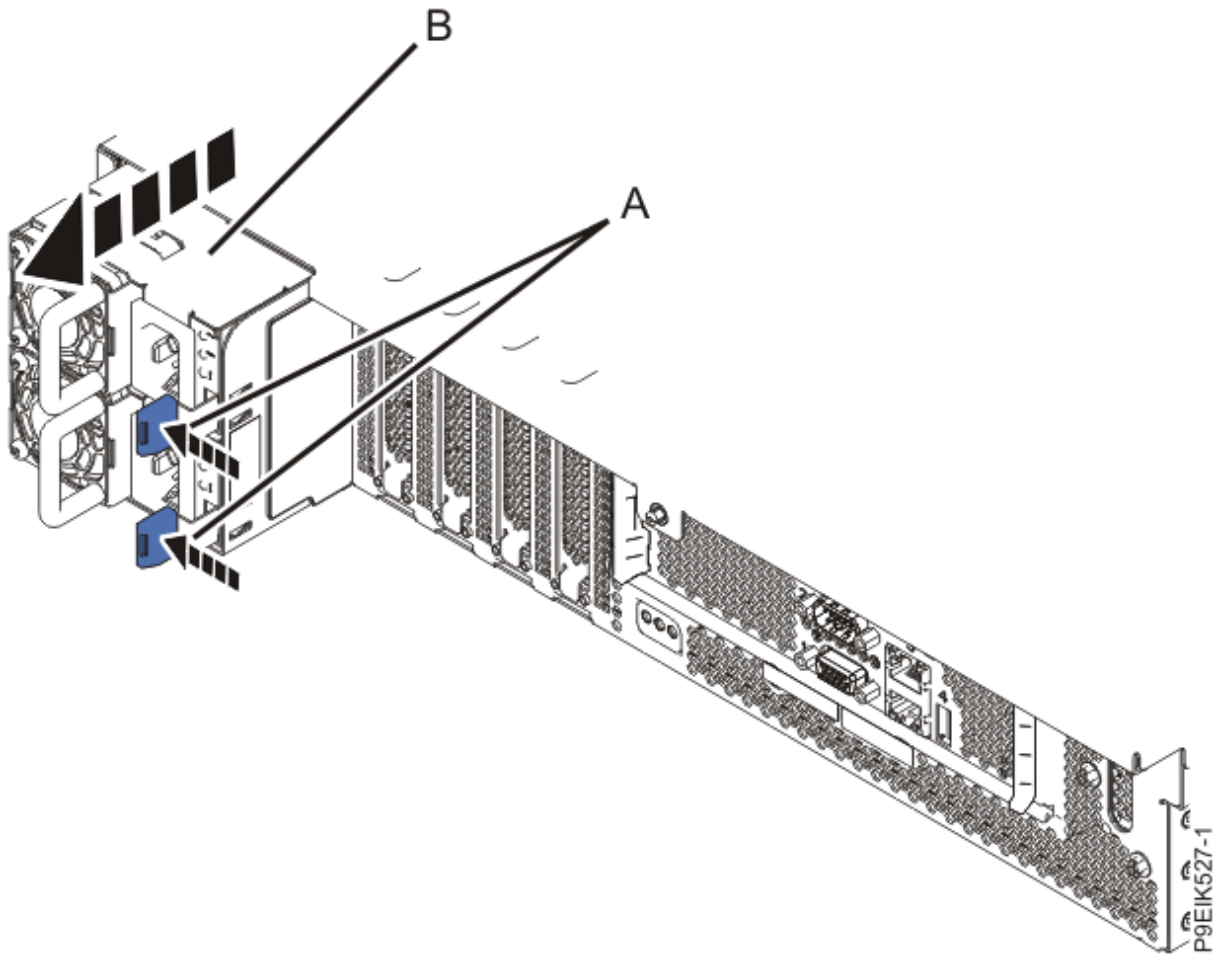

Figure 37. Retrait des blocs d'alimentation du système
9. Retirez les blocs d'alimentation du système comme illustré dans la Figure 37, à la page 77.